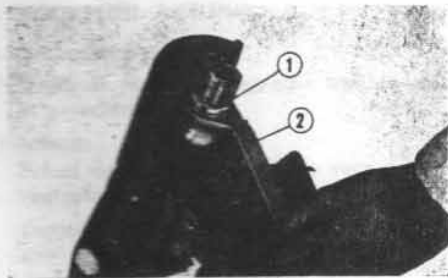

Fig. 90 ① Balhoofd moer ② Haaksleutel
① 8mm bouten C50
- 5) Draai de balhoofdmoer los, verwijder de vorkbrug en de stelmoer en laat de vork uit het balhoofd zakken. (Fig. 90)